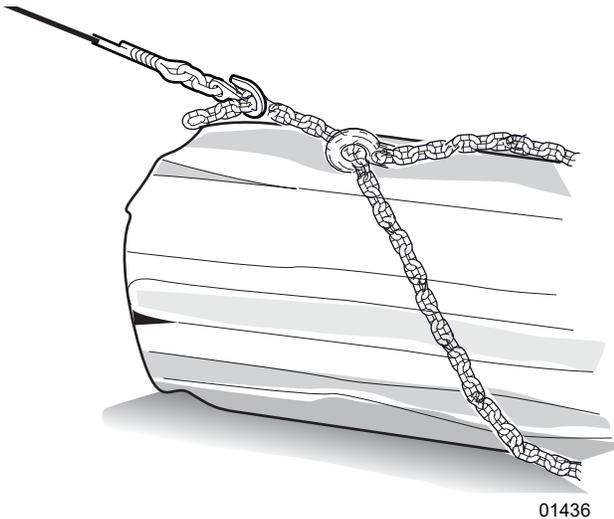

Fig. 27 – Chaîne à nœud coulissant
7. Enroulez le câble (seulement s'il a une extrémité forgée), la chaîne à nœud coulissant ou le collier étrangleur en corde synthétique autour de la grume. Pour obtenir un exemple, voir *Fig. 27* on page 32.